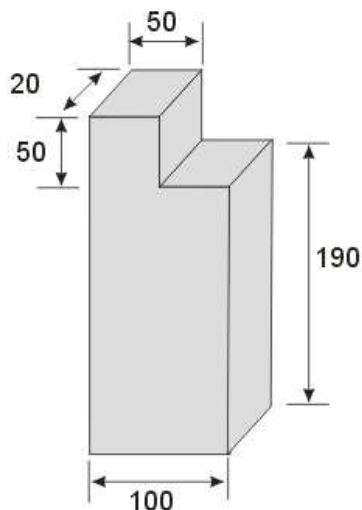

Figura 2
- Coloque os Suportes de Chassis (Calços de madeira da Figura 2) imediatamente depois do suporte do braço da esteira (veja figura 3).